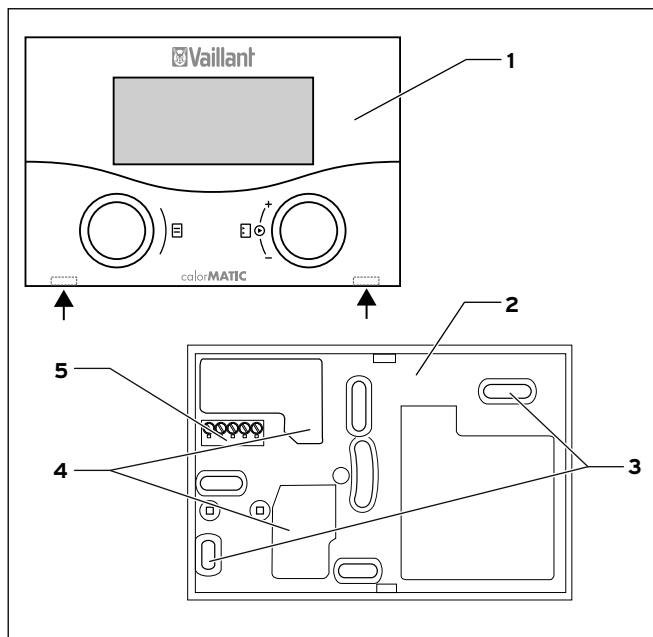

Abb. 4.1 Montage des calorMATIC 430
- ⇒ Drücken Sie den Regler (ohne den Wandschalter, siehe Abb. 4.1) vorsichtig mit seiner Stiftleiste in den vorgesehenen Steckanschluss des Heizgerätes.
- ⇒ Ziehen Sie den Regler (1) vom Wandsockel (2) ab. Führen Sie dazu einen Schraubendreher in die beiden Rastlaschen ein (siehe Abb. 4.1 Pfeile).
- ⇒ Bohren Sie zwei Löcher mit Durchmesser 6 mm entsprechend den Befestigungsöffnungen (3).
- ⇒ Führen Sie das eBUS-Kabel durch eine der Kabeldurchführungen (4).
- ⇒ Drücken Sie den Regler vorsichtig auf den Wandsockel bis er einrastet. Die Stiftleiste auf der Rückseite des Reglers muss dabei in den vorgesehenen Steckanschluss (5) des Wandsockels passen.